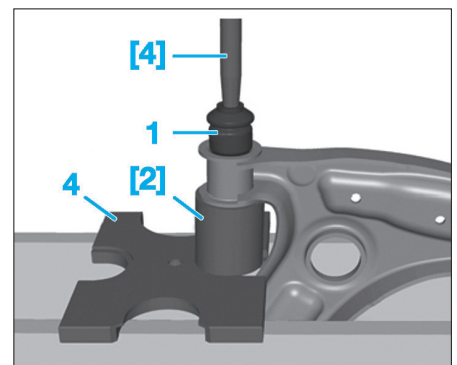

FIG. 41
- A l'aide des outils [2] et [4b] Emmancher le patin métal-caoutchouc (1) à la presse comme illustré (Fig.41).